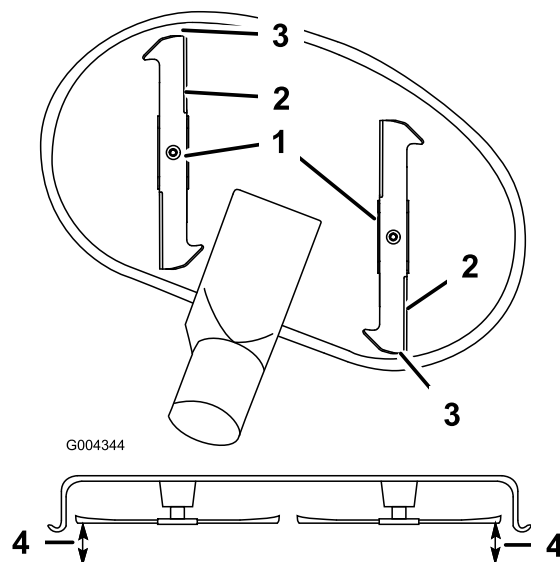

Figure 54
9. Réglez la hauteur de coupe à la position **D** (76 mm) et tournez les lames avec précaution dans le sens longitudinal (Figure 54).
10. Mesurez la distance entre la pointe de la lame avant et la pointe de la lame arrière par rapport à la surface plane (Figure 54). Si la pointe avant de la lame n'est pas de 1,6 à 7,9 mm plus basse que la pointe arrière, réglez les contre-écrous avant.